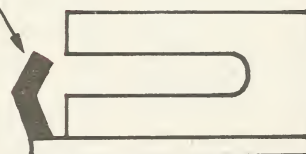

Bild 11
26. Die Haltehaken für die Kohlefedern biegen (Bild 11). Dies muß beim ersten Mal sofort klappen, da die untere Biegekannte sehr leicht wegbricht!